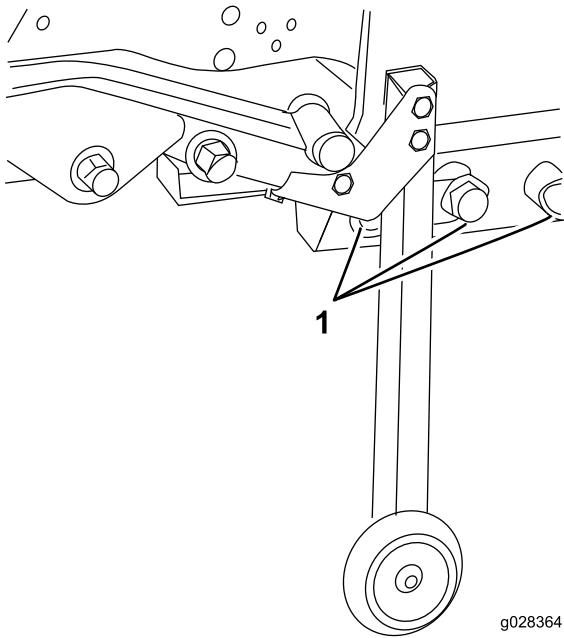
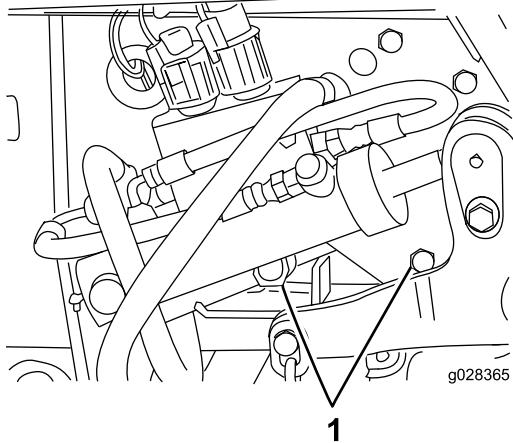

Figura 38
Figura 39
15. Retire con cuidado los pernos ($\frac{3}{4}$ "'), las arandelas y las tuercas que sujetan el bastidor de la carcasa al bastidor trasero (3 en el lado izquierdo y 2 en el lado derecho) (Figura 38 y Figura 39).